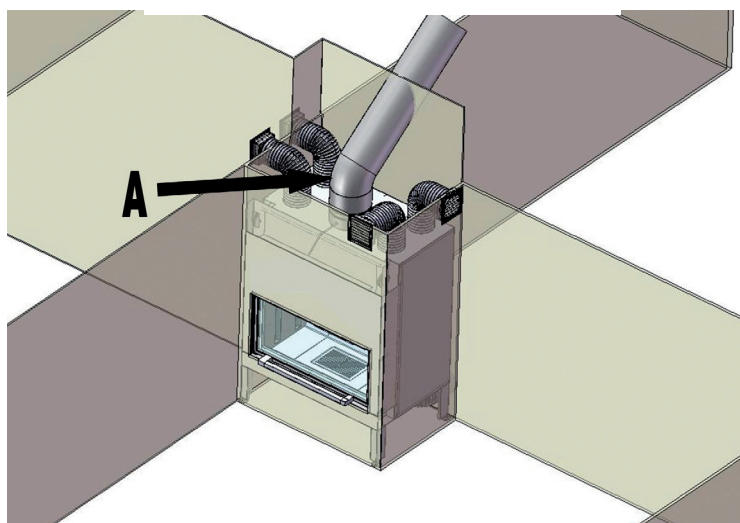

Fig. 14
5.7 COLLEGAMENTO ALLA CANNA FUMARIA (fig. 14)
Le dimensioni della canna fumaria devono corrispondere a quanto indicato dall'azienda. Si consiglia di eseguire il raccordo per l'uscita fumi, tra il caminetto e la canna fumaria, mediante curve e tubi metallici di spessore adeguato, avendo l'attenzione di non superare l'inclinazione di 45° (vedi fig. 14: A curva,), qualora la canna fumaria non si trovi perpendicolare al caminetto. A raccordo eseguito è opportuno isolare i tubi metallici dell'uscita fumi con lana di roccia eventualmente ricoperta da foglio di alluminio esterno.
5.7 CONNECTION TO FLUE PIPE (fig. 14)
The dimensions of the flue pipe must correspond to those shown by the manufacturer. It is advisable to make the connection for smoke outlet between the fireplace and the flue pipe with curves and metallic pipes of a suitable thickness, taking care not to exceed and inclination of 45° (see Fig. 14; A-curve) if the flue pipe is not perpendicular to the flue pipe. When the connection has been made, it is advisable to insulate the metallic pipes of the smoke outlet with rock wool which may be externally covered with aluminium foil.